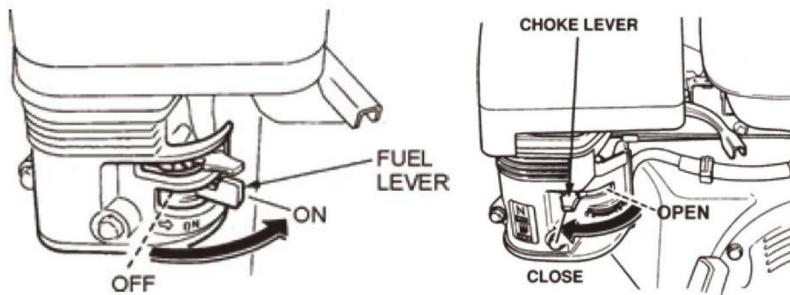

FIG.6 FIG.7
- 9.1 Placez le levier du robinet de carburant du moteur (FIG. 6) en position "ON".